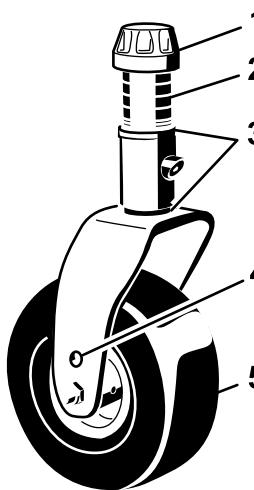

Figura 27
- Ajuste os calços de 3 mm na(s) forquilha(s) da roda giratória de forma que coincidam com altura de corte fixada no autocollante (Figura 27); consulte Ajuste da inclinação da plataforma do cortador \(página 80\).